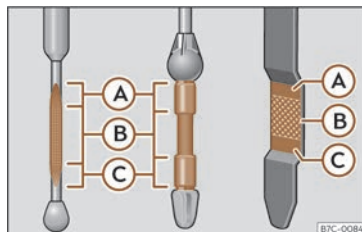

Fig. 214 Jauge d'huile moteur.
- Puis retirez-la à nouveau et vérifiez le niveau d'huile»» fig. 214 . Faites l'appoint d'huile moteur si nécessaire.
- Dès que le niveau d'huile atteint la zone »» fig. 214 (B), revissez soigneusement le bouchon de l'orifice de remplissage »» ⓘ.
Ne démarrez pas le moteur si le niveau d'huile se trouve au-dessus de la zone »» fig. 214 (A). Risque d'endommagement du moteur et du catalyseur ! Prenez contact avec un atelier spécialisé.
Le niveau d'huile ne doit en aucun cas dépasser la zone»» fig. 214 (A). Sinon, de l'huile risque d'être aspirée par l'aération du carter-moteur et d'être rejetée dans l'atmosphère à travers le système d'échappement.